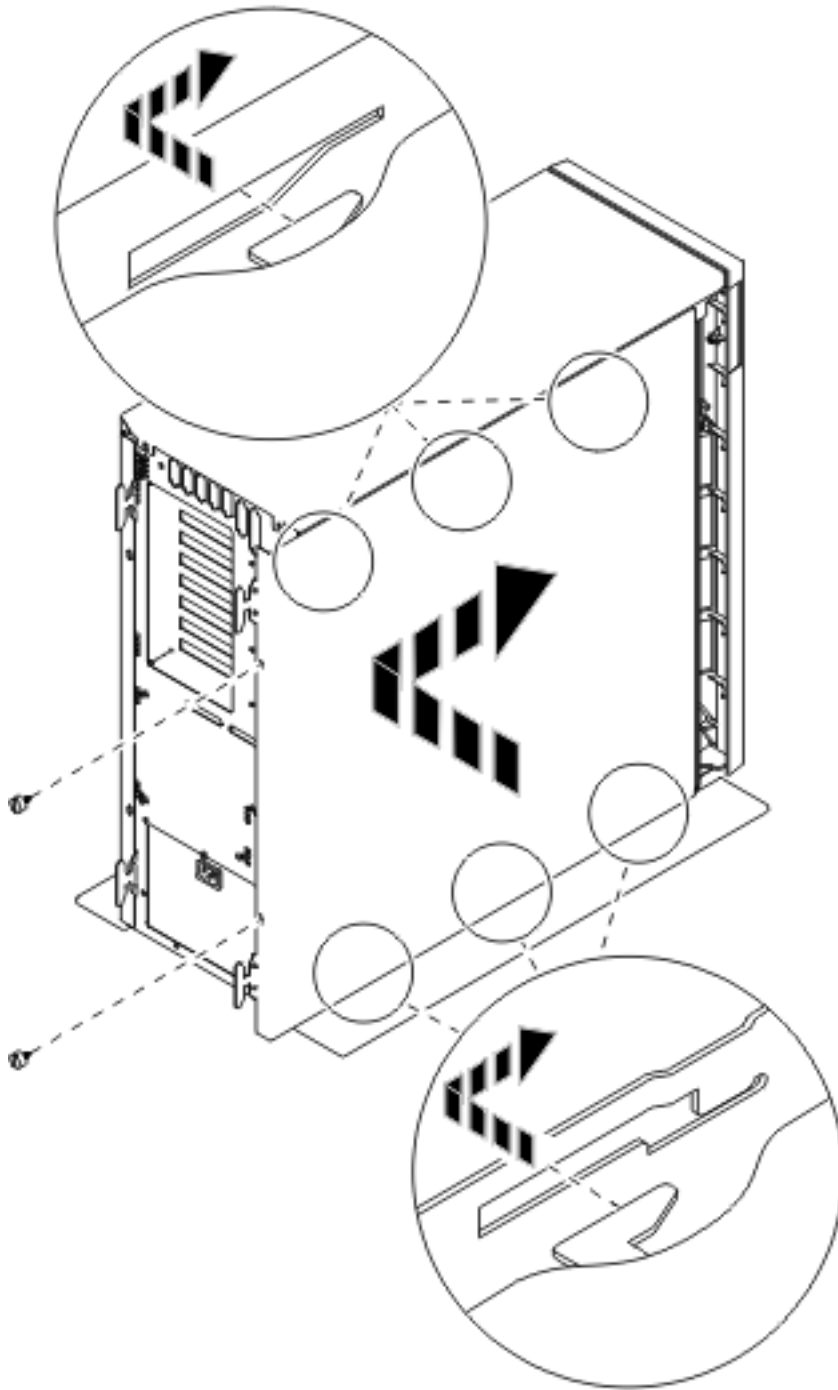

図3. システム装置の側面カバーの取り付け
- __ 12. **6** ページの**図3** は、上端および下端のタブをそろえてシステム装置の側面カバーを取り付ける方法を示しています。前方に押しすべてのタブがスロットに入るようにします。カバーが止まるまでシステム装置の前面側にスライドさせ、ねじを取り付けます。